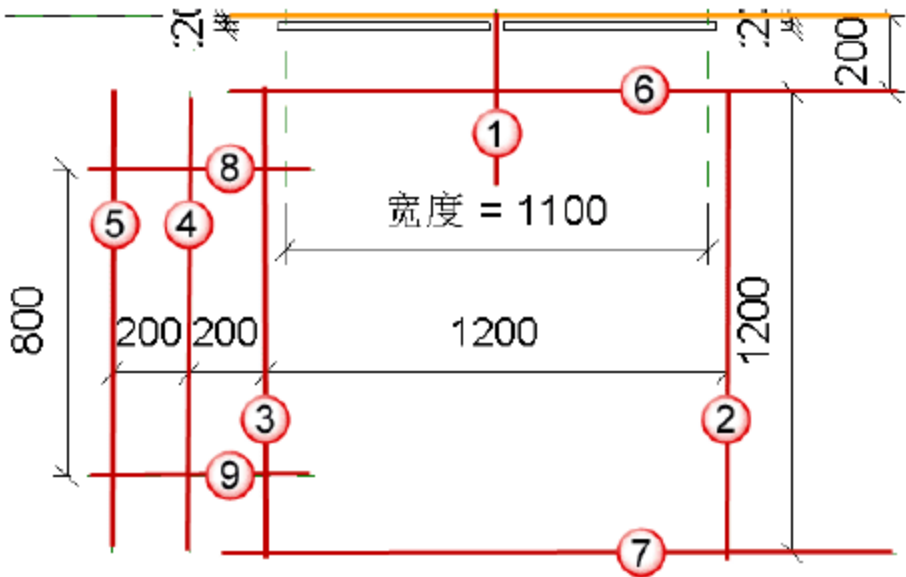

图 8.4.41 绘制辅助线
(3) 重绘辅助线。按快捷键 R+P，绘制一条位于电梯门正中间的辅助线即①。以①为中心绘制其他的纵向辅助线，选中①按快捷键 C+O 按照图 8.4.41 所给出的间隔标注以①为原型，分别复制出其他②～⑤纵向线。然后在灰色线上绘制出一条辅助线，按快捷键 M+V 将其移动至⑥，再按快捷键 C+O，按照图 8.4.41 所给的间隔标注以⑥为原型分别复制出其他⑦～⑨横向线。